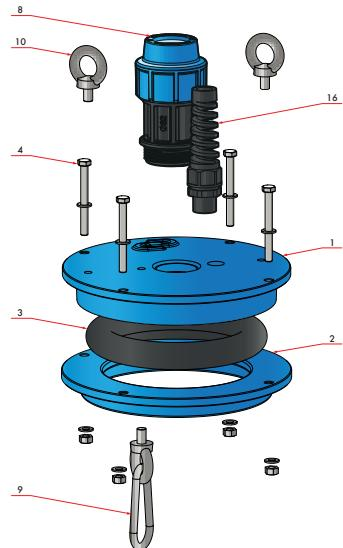

Рисунок 3
(рисунок 3) Оголовок скважинный крепится на обсадной трубе один раз за весь период эксплуатации оголовка. Оголовок скважинный состоит из крышки (1), прижимного фланца (2), резинового кольца (3). Оголовок скважинный фиксируется на обсадной трубе при сжатии винтами (4) резинового кольца (3). Оголовок скважинный имеет отверстие для монтажа насоса и цилиндрическую поверхность для уплотнения крышки (1) с помощью кольца (3). Оголовок скважинный имеет гермоввод (16) электрокабеля насоса, цанговый зажим (8) напорной трубы, состоящий из накидной гайки, разрезного кольца, стопорного кольца и уплотнительного кольца. Также в крышке (1) установлен болт, к которому крепятся рым-гайка и карабин троса (9). Проушины (рым-болты) (10), установленные в крышке оголовка (1), дают возможность погружения насоса лебедкой, краном и другими грузоподъемными механизмами.